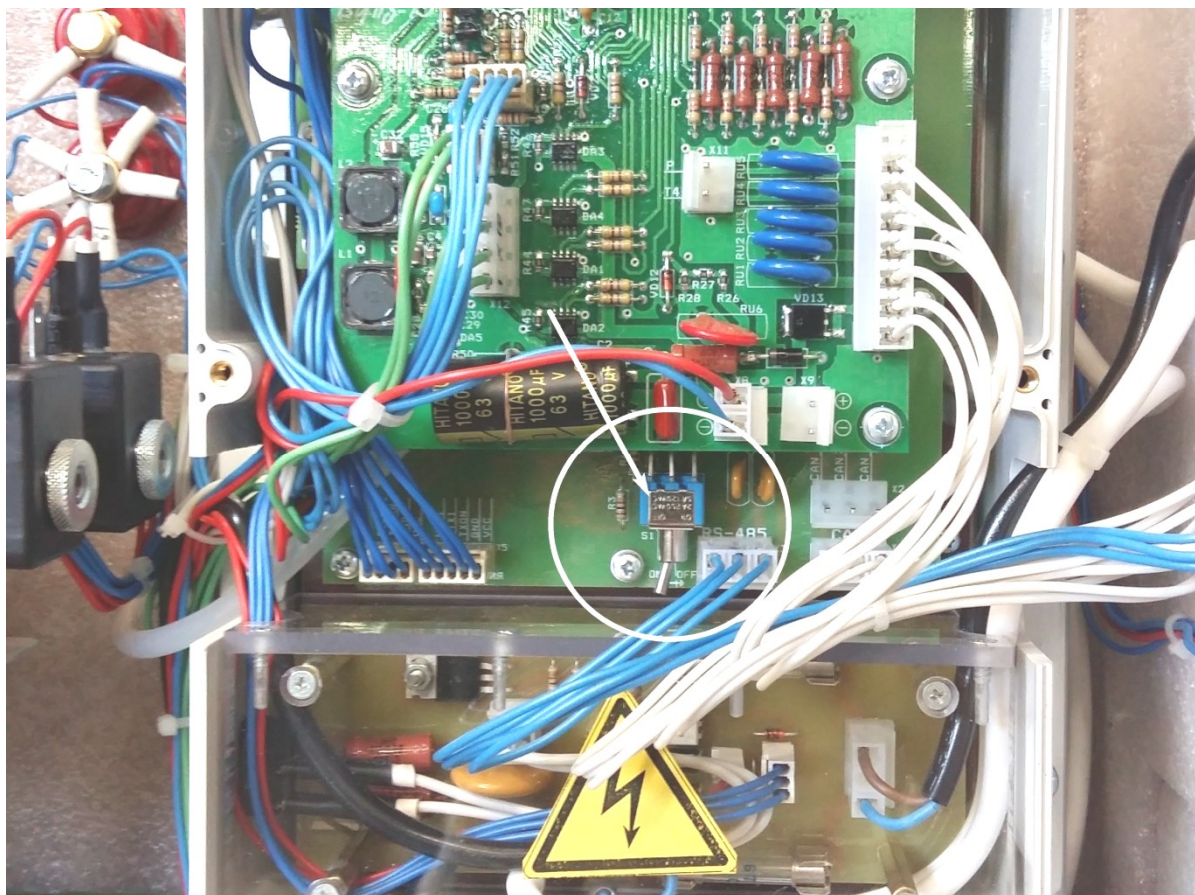

Рисунок 10 – Расположение тумблера S1 на плате интерфейсов блока управления БУК ЭП-М
- снять переднюю панель блока управления, вывинтив шесть винтов. После этого открывается доступ к тумблеру S1 на плате интерфейсов (см. рисунок 10, тумблер S1 показан стрелкой);